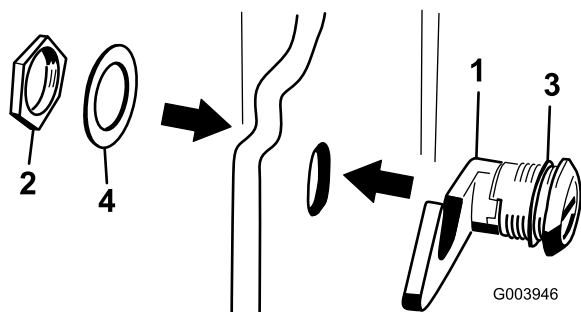

Figura 5
3. Retire a porca do trinco do capot (Figura 5).
4. Fora do capot, insira a extremidade do gancho do trinco através do orifício no capot e certifique-se de que a anilha com vedante de borracha fica do lado de fora do capot (Figura 5).